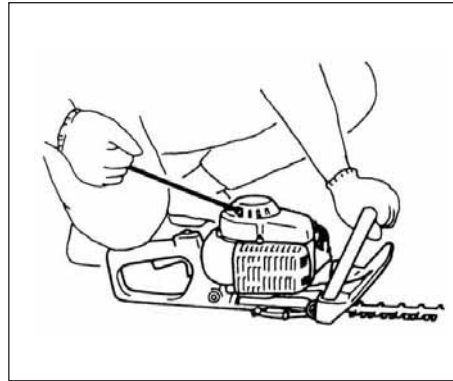

Рис. 2-4
4. Быстро потянуть возвратный стартер, крепко удерживая рычаг в руке и не позволяя ему защёлкиваться назад. (Рис. 2-4, 4B)